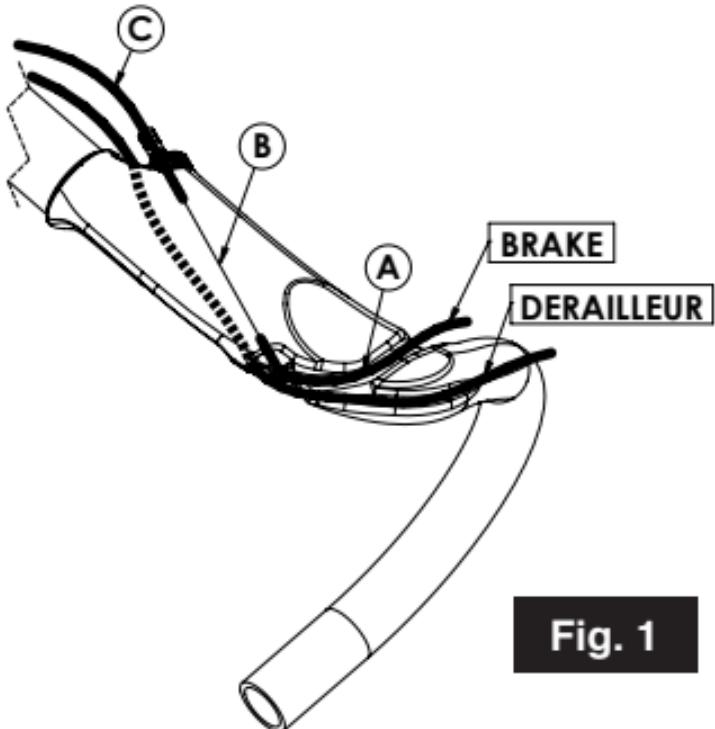
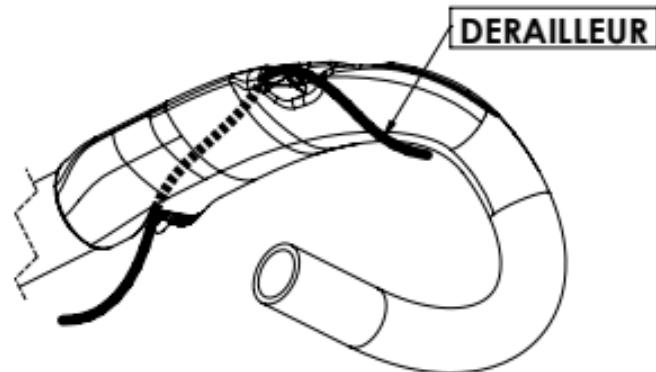

Fig. 1
Fig. 2
## ENRUTAMIENTO DE LOS FRENOS (Fig. 1)
## **ENRUTAMIENTO DE LOS DESVIADORES (Fig. 1 y 2)**
Según el modelo de maneta, la vaina del desviador debe pasar o bien por la ranura exterior del manillar (Fig. 1) o bien por debajo de este (Fig. 2).
**Grupo eléctrico :** El enrutado es el mismo. Pasar el cable por la ranura exterior del manillar (Fig.1) y sujetarlo con cinta aislante.